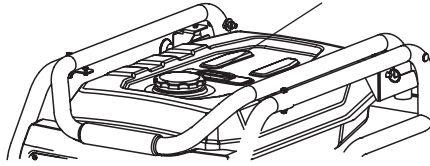

Рис. 8
- Відкрити кришку паливного бака (Рис. 8).